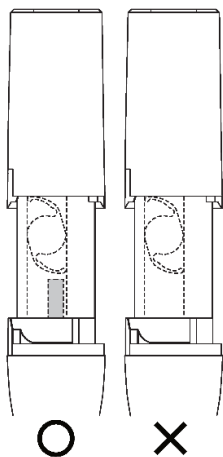

Figure 1
5. Controleer de positie van het oranje puntkussen. Het puntkussen moet duidelijk zichtbaar zijn en zich binnen de kamer van de cartridge bevinden zoals weergegeven in **Afbeelding 1**.